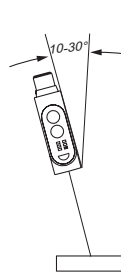

Abb. 7
- Bei stark reflektierenden oder glänzenden Objektoberflächen den Sensor um ca. 10-30 ° zur Objektoberfläche neigen. (Abb. 7).